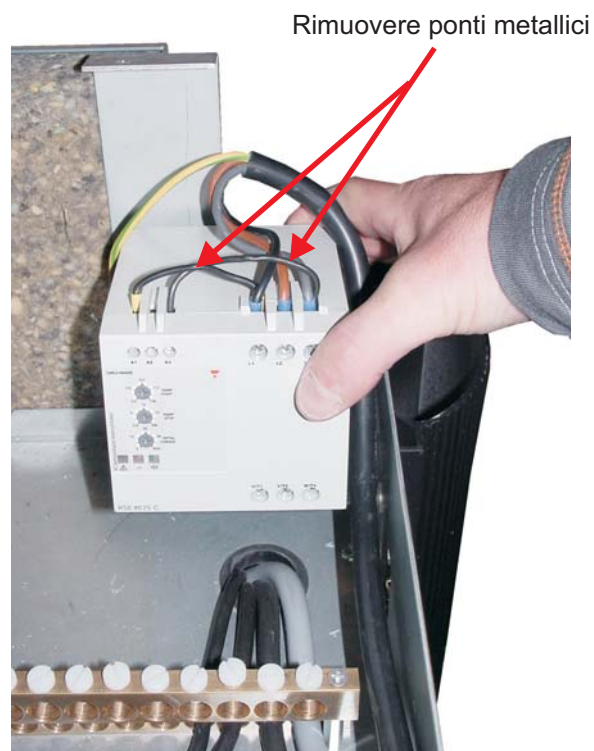

Figura 4: rimuovere il vecchio modello del limitatore di corrente, e posizionare quello nuovo
2) Rimuovere i ponti metallici presenti nel circuito corrente principale (figura 4) e applicare sull'estremità del cavo una semplice capicorda.